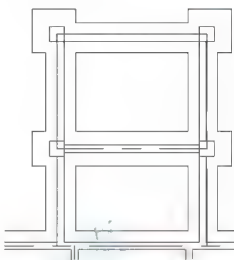

图 5.11 镜像并修剪大放脚
(8) 将左侧两个构造柱的大放脚镜像复制到右侧并进行进一步修剪, 结果如图 5.11 所示。